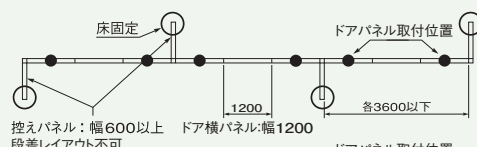

図50
- パネルを直線に設置する場合には、転倒を防止するため、図50～図53に示す条件を守ってください。控えパネルは幅600mm以上でかつ直線パネルと同じ高さのものを採用してください。